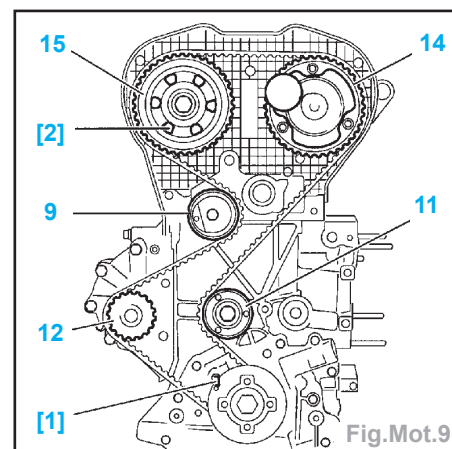

Fig.Mot.9
Impératif : vérifier que les galets (9) - (11) ainsi que la pompe à eau (12) tournent librement (absence de jeu et point dur); vérifier également que ces galets ne sont pas bruyants et/ou qu'ils ne présentent pas de projections de graisse (Fig. Mot.9).
- Reposer la courroie de distribution, brin bien tendu, dans l'ordre suivant (Fig. Mot.9) :
- galet enrouleur (11),
- pignon d'arbre à cames (14),
- pignon d'arbre à cames (15),
- la pompe à eau (12),
- le galet tendeur (9).